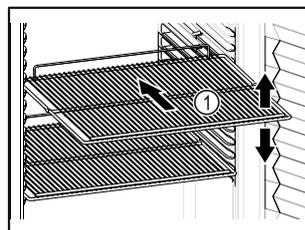

Fig. 40 Приблизне відображення
- Якщо решітки для зберігання Fig. 40 (1) знімні, відрегулювати по висоті.